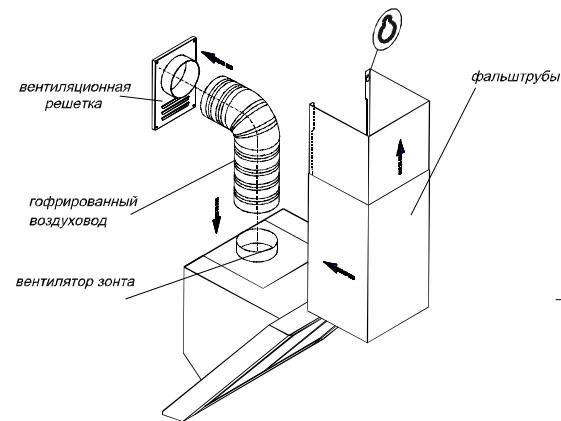
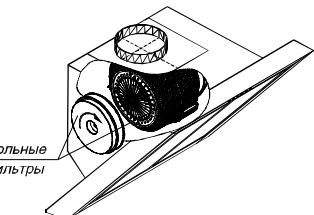

РИС. 5
РИС. 6
6.3. В зависимости от режима эксплуатации зонта соедините вентилятор с вентиляционной решеткой полужестким гофрированным воздуховодом (рис. 5) или установите на вентилятор угольные фильтры (рис. 6).
6.4. Установите фальштрубы (рис. 5). Выдвиньте верхнюю фальштрубу и навесьте ее на ввернутые шурупы через отверстия типа "замочная скважина".